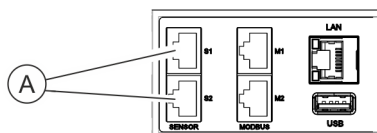

Fig. 25: Raccordement pour capteurs S1/S2
- ➔ Brancher la fiche du capteur pour la température ambiante dans le raccordement S1 ou S2 sur la PDU (Voir la Fig. 25/Ⓐ).